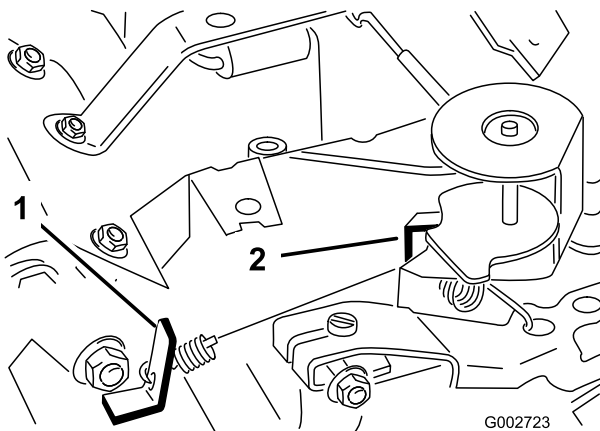

Figura 37
3. Doble la pestaña de anclaje del muelle de regulación del ralentí (Figura 37) hasta obtener una velocidad de ralentí de 1725 ± 50 RPM. Compruebe la velocidad con un tacómetro.
5. Mueva el control del acelerador a la posición de Rápido. Doble la pestaña de anclaje del muelle de alta velocidad (Figura 37) hasta obtener una velocidad alta de 3400 ± 50 RPM.